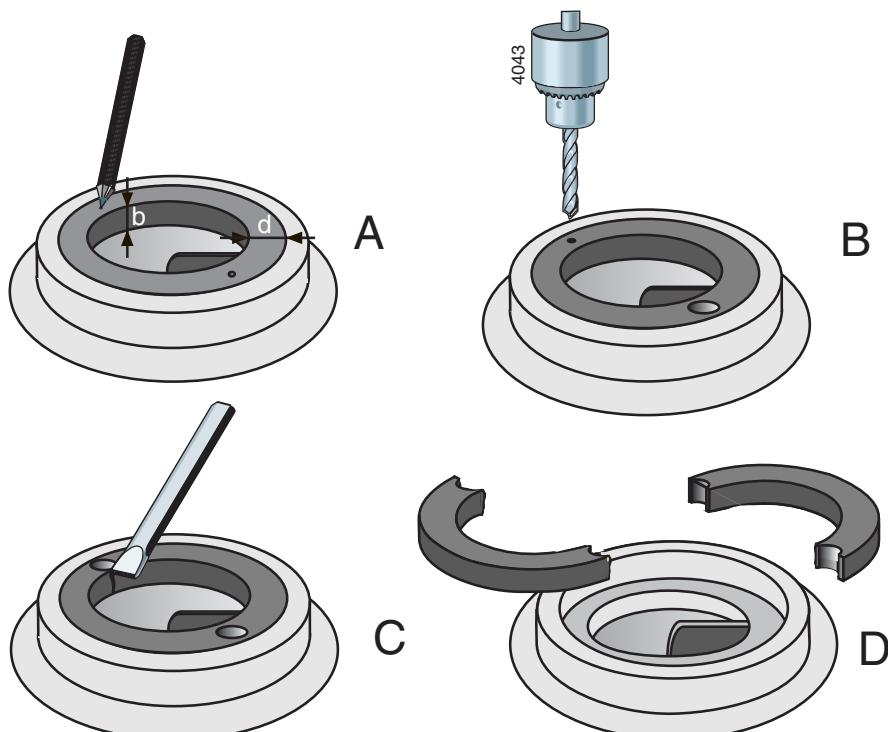

Рисунок 24: Извлечение компенсационного кольца
- 1 Измерьте толщину (d) и ширину (b) кольца, см. рисунок 24 А.
- 2 Проделайте центрующие отверстия посередине кромки кольца в двух противоположных точках, см. рисунок 24 В.
- 3 С помощью сверла с диаметром несколько меньшим, чем толщина кольца (d), просверлите в кольце два отверстия, см. рисунок 24 С. Глубина сверления не должна превышать ширину кольца (b). Страйтесь не повредить установочную фаску корпуса насоса.
- 4 Пользуясь зубилом, вырубите оставшуюся часть толщины кольца. Теперь кольцо можно разделить на две части и извлечь его из корпуса насоса, см. рисунок 24 Д.